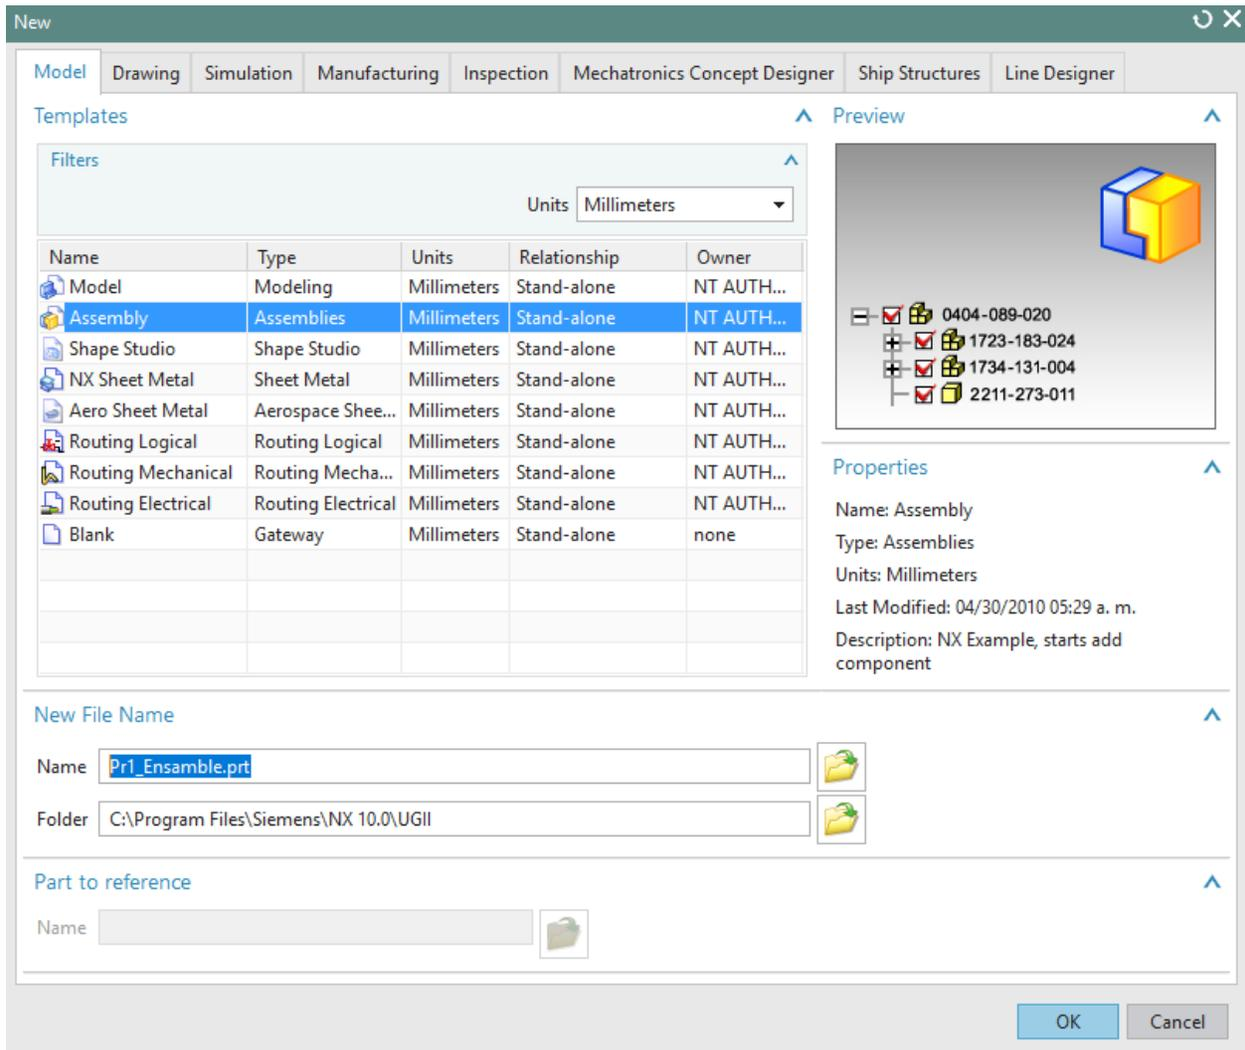

Figura 1.1 Crear nuevo archivo tipo *Assembly*.
- Abrir NX10 y crear un nuevo *Assembly* con el nombre: **P1 Ensamble.prt**, guardar este archivo en la misma carpeta en donde **ensamble.rar** fue descomprimido (Figura 1.1).